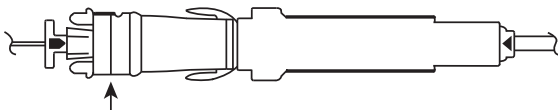

Figura 4: Aplicador totalmente asentado en la sonda
Precaución: Para colocar correctamente las esferas, el indicador amarillo (D) del aplicador debe estar bien colocado contra la sonda y alineado a la flecha roja. Consulte la figura 4.